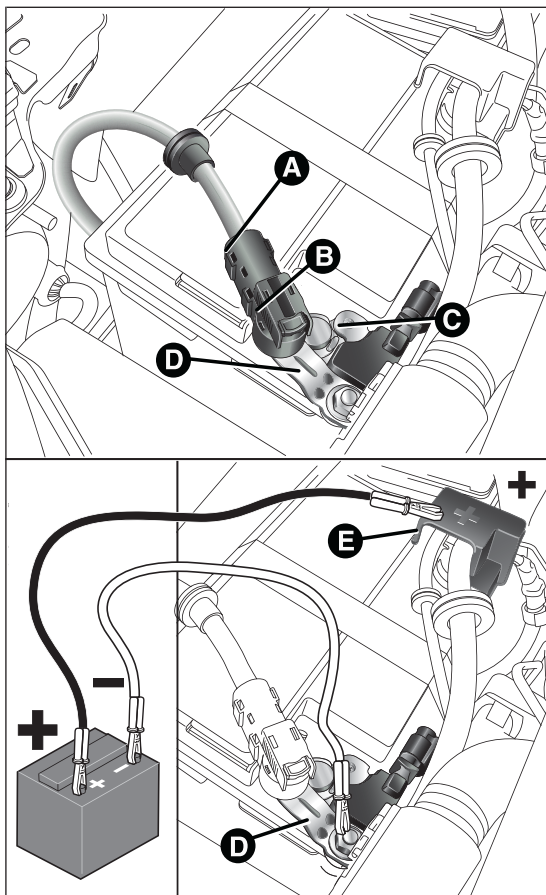

fig. 155
- débrancher le connecteur A fig. 155 (en appuyant sur le bouton B) du capteur C de contrôle de l'état de la batterie, installé sur le pôle négatif D de cette dernière ;
- après avoir débranché l'appareil de recharge, rebrancher le connecteur A fig. 155 au capteur C, selon les indications de la figure.